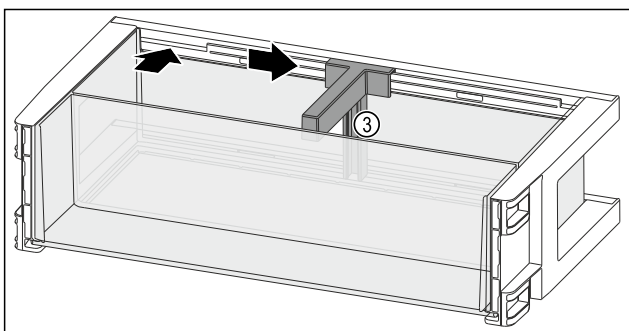

Fig. 124
- ▶ Flaschenhalter Fig. 124 (3) in die Aussparung einsetzen.
- ▶ Flaschenhalter Fig. 124 (3) in gewünschte Position zur Seite schieben.